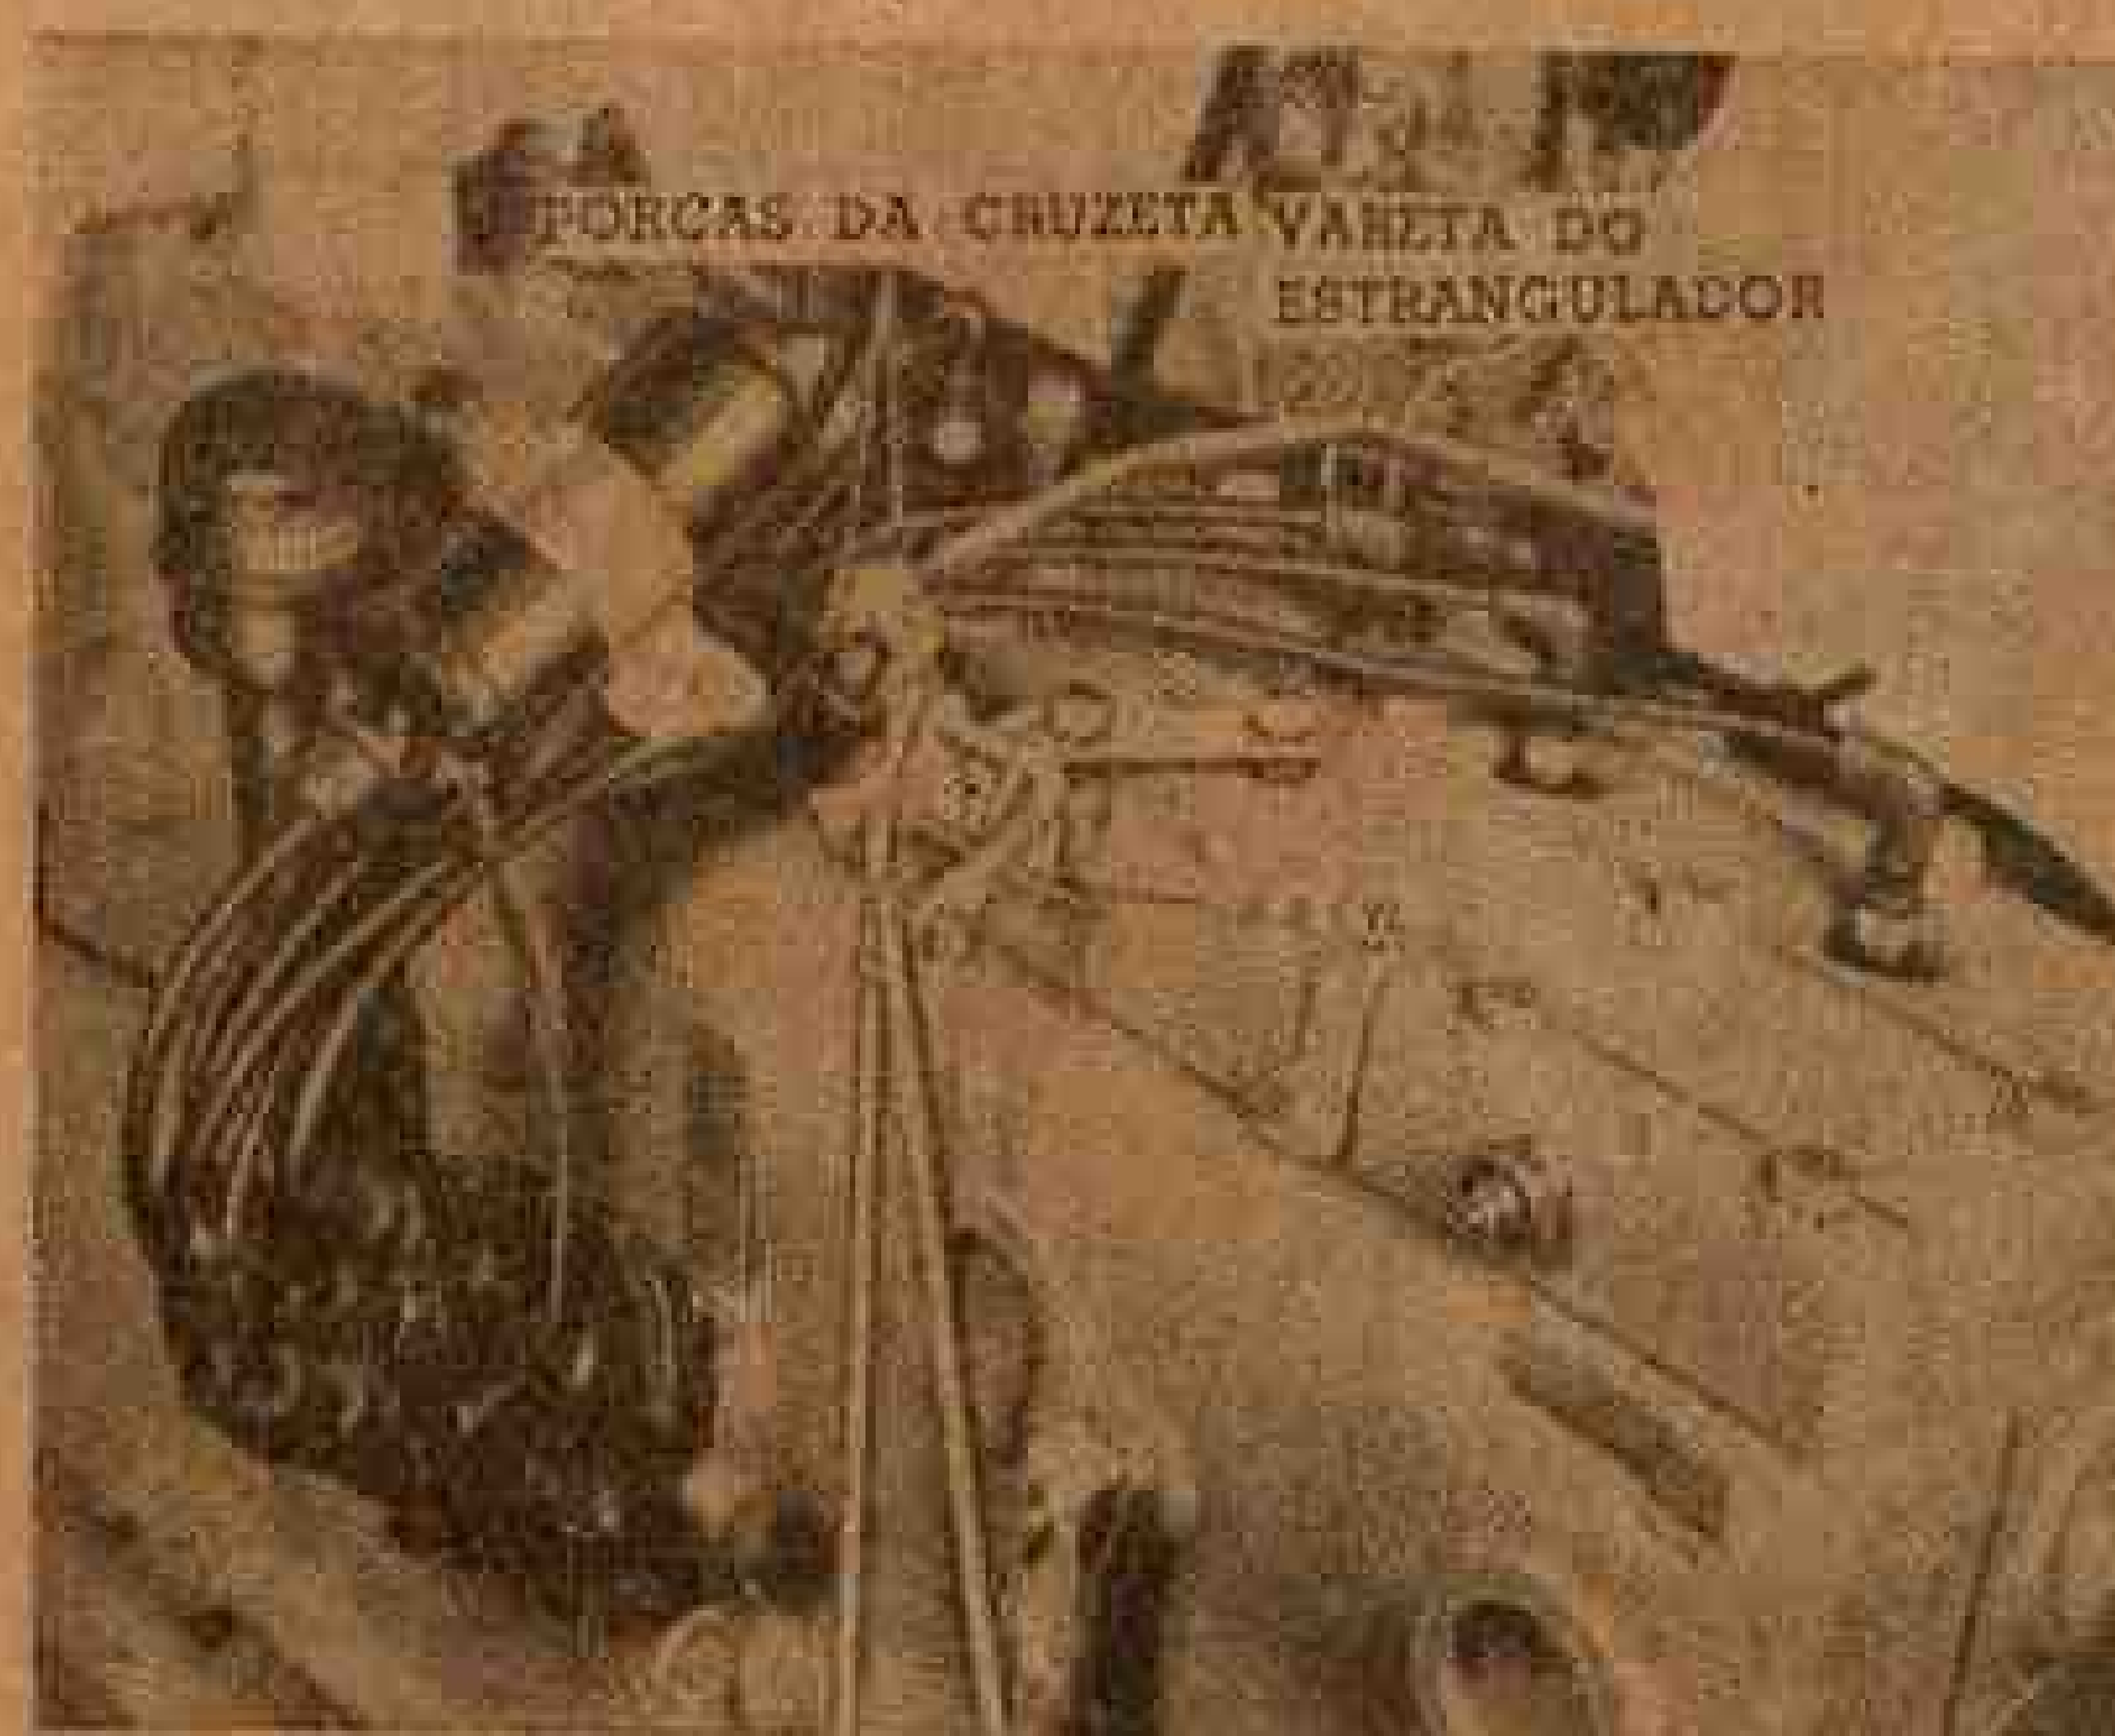

Fig. 310 — Pino calibrador no ponto A - Motor de 6 cilindros
3. Instala-se o pino J-2544 de ajustamento da articulação entre os orifícios da alavanca e da braçadeira, no ponto «A» (figs. 310 e 311).